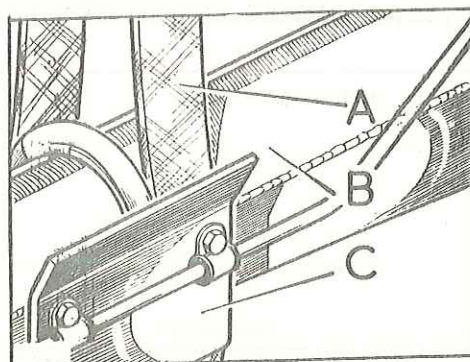

Fig. E -63 Posición correcta de la correa
- 2.05. Elevar con un gato, el eje trasero lo suficiente para poder sujetar las correas, asegurándose que queda alojada cada una de ellas entre el protector y el eje (Fig. E -63).